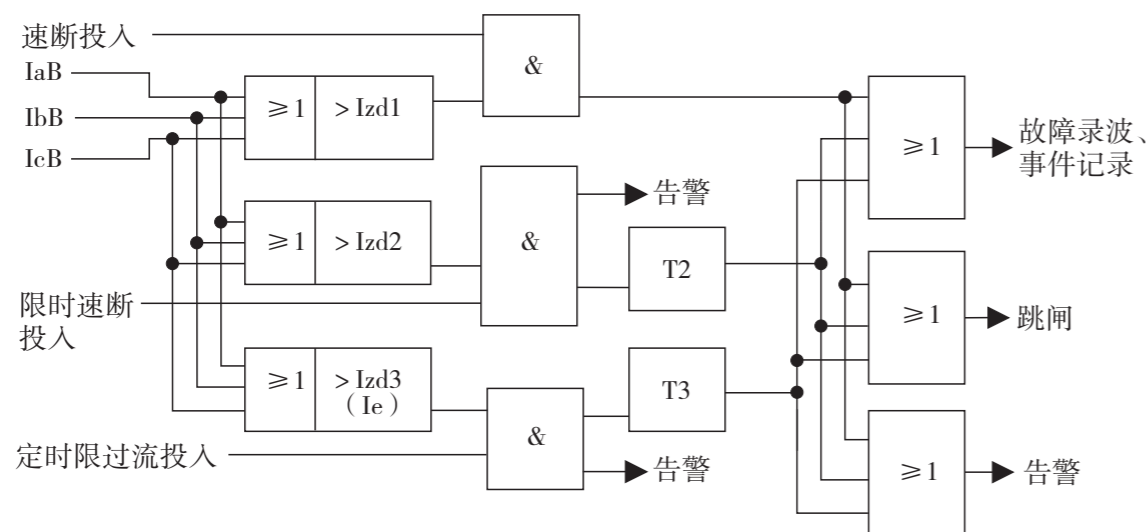

图12-1 三段式电流流保护逻辑框图
- YZ100-JXZF交流原理图（附图12-1）；
附图12-1：YZ100-JXZF交流原理图